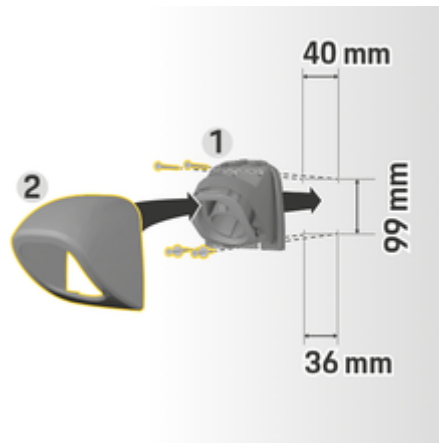

Fig. 190: Bormål
1. Ta pluggholderen **1** (Fig. 190) ut av dekselet **2** (Fig. 190).
4. Skru pluggholderen **1** (Fig. 190) på veggen.
5. Sett dekselet **2** (Fig. 190) på pluggholderen **1** (Fig. 190) fra undersiden og trykk det oppover.